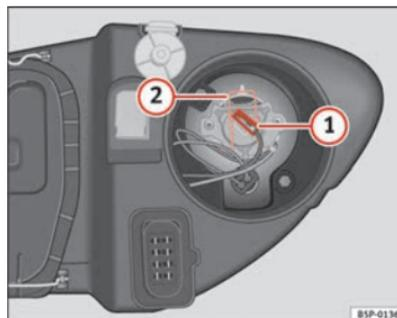

Fig. 184 Máximos
- Retirar o conector ⇒ fig. 184 ① da lâmpada.
- Prima a mola de fixação ⇒ fig. 184 ② pressionando-a para dentro e para a direita.